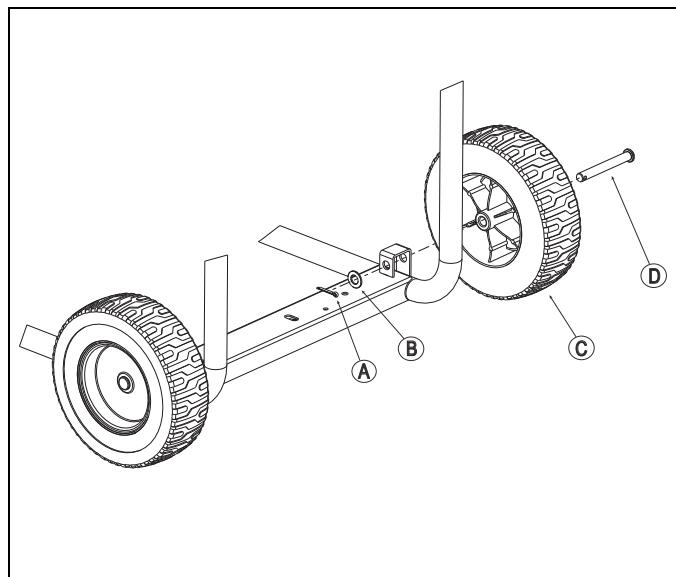

Figure 2-1. Assemblage des roues
1. Installez les roues de la façon suivante (Figure 2-1) :
- Faites passer la goupille d'essieu (D) à travers la roue (C), le support à roue sur le cadre et une rondelle plate de 5/8 po (B).
- Insérez la goupille fendue (A) dans la goupille d'essieu. Utilisez la pince à bec effilé pour l'ouvrir et la bloquer en place.